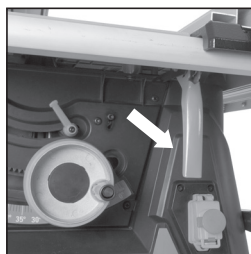

Fig. 26
- Tire hacia arriba de la palanca de bloqueo de la extensión de mesa que se encuentra justo encima del interruptor **ON/OFF** de la máquina. (**Fig. 26**)